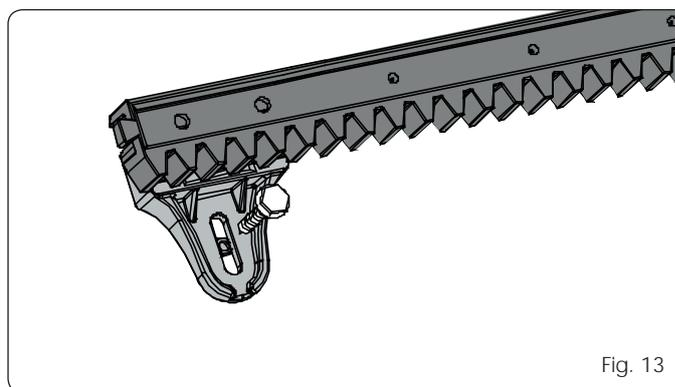

Fig. 13
**5.4.3 CREMALLERA DE NYLON PARA ENROSCAR (Fig. 13)**